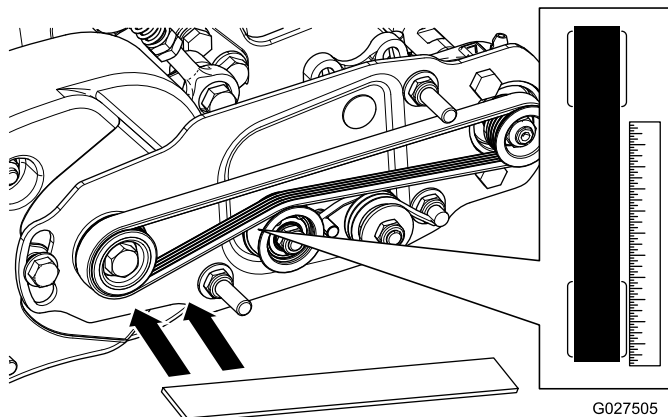

Bild 15
- Legen Sie ein Lineal entlang der Außenseite der **Antriebsscheibe** (Bild 15). Legen Sie das Lineal **nicht** über den Antrieb und die Antriebsscheiben.